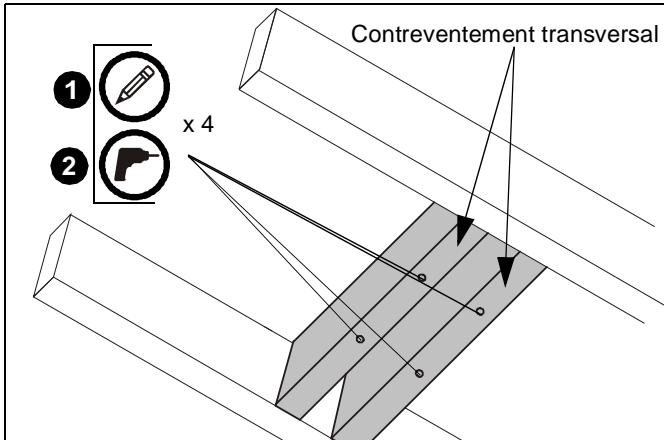

Figure 4
1. Utilisez la plaque de fixation au plafond (A) comme modèle, marquez les emplacements des quatre avant-trous (Voir la Figure 4). Assurez-vous que les marques se trouvent au centre des solives en bois.
2. Percez les avant-trous de 5,55 mm (7/32") de diamètre dans les contreventements transversaux des montants en bois. (Voir la Figure 4) Assurez-vous que les avant-trous sont droi